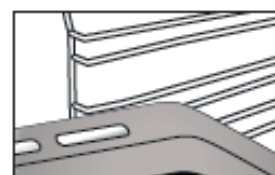

Fig. 2
2. Outros acessórios, como o tabuleiro coletor e o tabuleiro para pasteleria, são introduzidos da mesma forma que a grelha (Fig. 2).